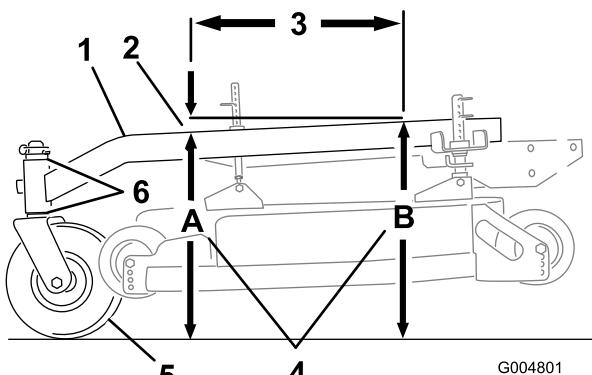

Figure 62
L'inclinaison avant/arrière du bâti porteur doit être comprise entre 3 mm (1/4 po) et 9 mm (3/8 po) sur 61 cm (24 po) de sa longueur (Figure 62).
1. Mesurez 61 cm (24 po) sur le bâti porteur (Figure 62).
2. Mesurez la hauteur du bâti porteur au point **A** (Figure 62).
3. Mesurez la hauteur du bâti porteur au point **B** (Figure 62).
4. La hauteur au point **A** doit être inférieure de 6 à 10 mm (1/4–3/8 po) par rapport au point **B** (Figure 62).
5. Si ce n'est pas le cas, déplacez les entretoises des roues pivotantes de manière à obtenir l'inclinaison voulue de 6 à 10 mm (1/4 à 3/8 po) (Figure 62). Déplacez les entretoises en haut ou en bas pour corriger l'inclinaison.